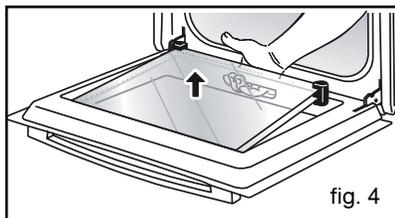

fig. 4
- Si nécessaire, retirez l'ensemble des glaces intérieures de la porte (fig.4).